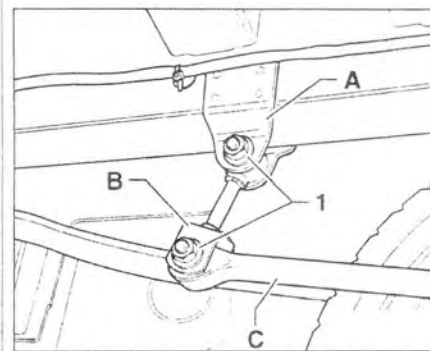

Рис. 6.15. Отсоедините стабилизатор поперечной устойчивости С от рычага В и снимите стабилизатор.
2. Отсоедините стабилизатор поперечной устойчивости С от рычага В и снимите стабилизатор (рис. 6.15).